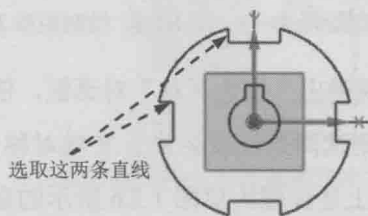

图 1.2.11 等长约束 1
Step9. 添加几何约束。单击“约束”按钮，系统弹出“几何约束”对话框。根据系统 **选择要约束的对象** 的提示，单击按钮，选取图 1.2.11 所示的两条直线，则两条直线上会